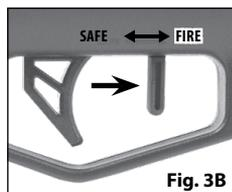

Fig. 3B
2. La palanca del seguro está en posición de FUEGO ("FIRE") y con el seguro desactivado ("OFF SAFE") cuando la palanca del seguro está en la posición adelantada "FIRE" y no puede moverse más adelante (Fig. 3B).